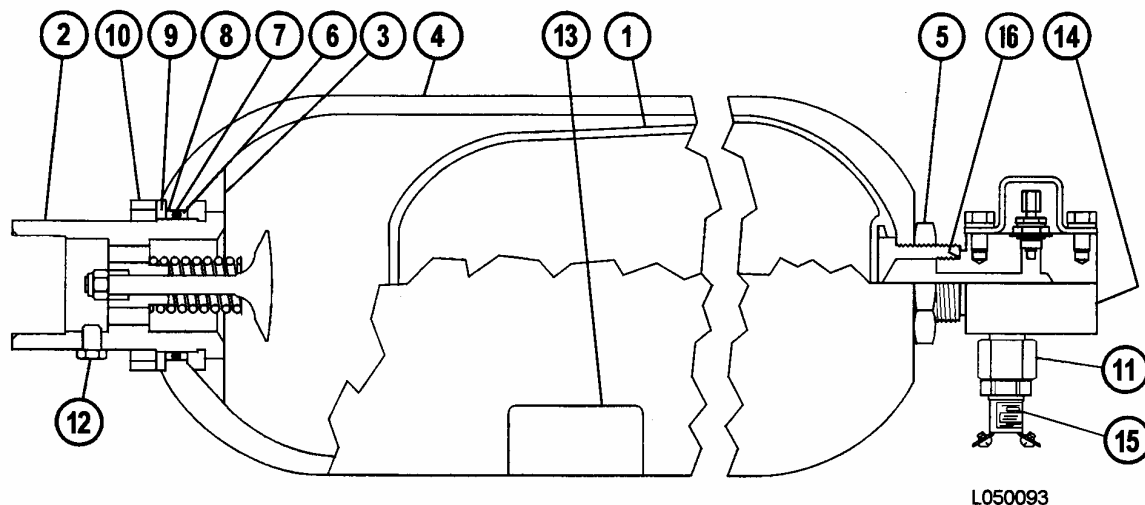
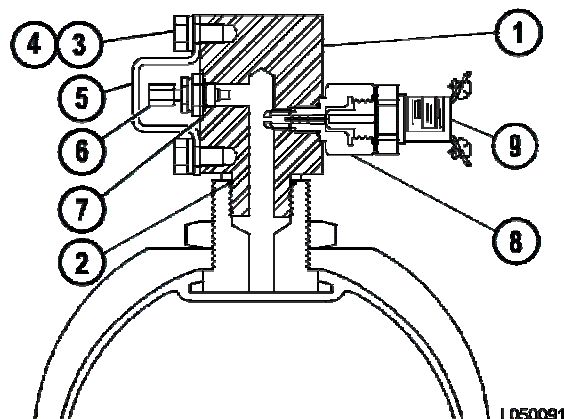

FIGURA 6-18. CONJUNTO DEL ACUMULADOR
FIGURA 6-19. COMPONENTES DEL EXTREMO DE GAS
- Después que se ha limpiado y revisado la estructura (4, Figura 6-18), ponga la estructura del acumulador en un tornillo de banco o sobre una mesa.
- Una vez que se ha sacado el vástago de la válvula de la bolsa a través de la abertura del vástago de la válvula en la estructura, coloque la tuerca del vástago de la válvula (5) con la mano. Saque la varilla de extracción de la bolsa.
- Sostenga el vástago de la válvula de la bolsa en los planos con una llave y apriete muy bien la tuerca (5).
- Si se sacó, instale el interruptor de presión (15) en el conjunto de la válvula (11). Apriete el interruptor a un torque de  $41 \pm 5 \text{ N.m}$  ( $30 \pm 4 \text{ ft.lbs}$ ). Luego instale el conjunto de la válvula (11) en el múltiple de la válvula de gas (14) y apriétela con un torque de  $18 \pm 4 \text{ N.m}$  ( $13 \pm 3 \text{ ft.lbs}$ ).
10. Si se sacó, instale la válvula de carga en el múltiple de gas (14). Luego apriete la tuerca hexagonal pequeña (4, Figura 6-19) a un torque de **5 N.m (45 in.lbs.)**.
- a. Apriete la tuerca giratoria hexagonal pequeña (4, Figura 6-19) a un torque de **14 N.m. (10 ft.lbs.)**.
11. Instale la tapa de la válvula de carga (1) y apriete con la mano. Instale la cubierta de la válvula de carga y apriete los pernos a un torque de **40 N.m (25 ft.lbs.)**.
1. Saque la protección de la válvula de carga (5, Figura 6-18) y la tapa de la válvula de carga (6).
4. Sostenga el cuerpo de la válvula (6, Figura 6-19) con una llave mientras desatornilla la tuerca giratoria (4) tres vueltas completas con una segunda llave. Esto abrirá el cabezal móvil dentro de la válvula de gas.
6. Apriete la tuerca giratoria (4) con la mano para cerrar el cabezal móvil interno.
8. Sostenga la válvula de carga (6) con una llave y saque el conjunto de la tuerca giratoria.
9. Coloque la tapa de la válvula (1) en la válvula de carga y apriete con la mano e instale la protección de la válvula de gas.
10. Conecte un suministro de energía hidráulica a la lumbrera de aceite en el acumulador. Asegúrese que el tapón de purga (12, Figura 6-18) esté instalado.
3. Saque la protección de la válvula de carga (5, Figura 6-18) y la tapa de la válvula de carga (6).
7. Sostenga el cuerpo de la válvula (6, Figura 6-19) con una llave mientras desatornilla la tuerca giratoria (4) tres vueltas completas con una segunda llave. Esto abrirá el cabezal móvil dentro de la válvula de gas.